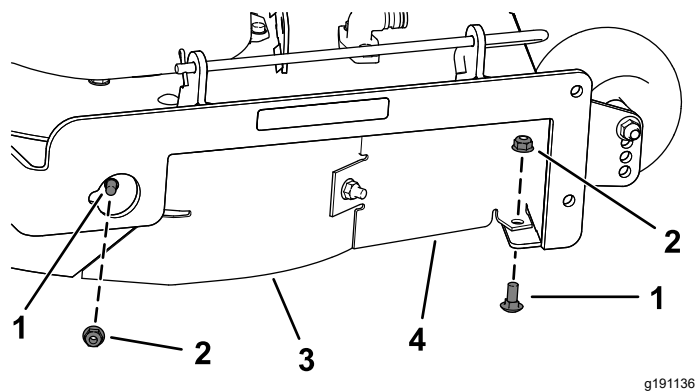

Figura 14
7. Retire los 2 pernos de cuello cuadrado (5/16" x 3/4") y las 2 contratuercas (5/16") que sujetan el deflector derecho y el protector del deflector montados en la carcasa del cortacésped (Figura 14).